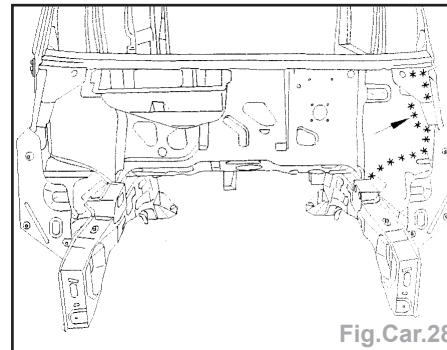

Fig.Car.28
- Dégrafer les lignes de points à l'aide d'une fraise de Ø 8 mm (Fig.Car.28).